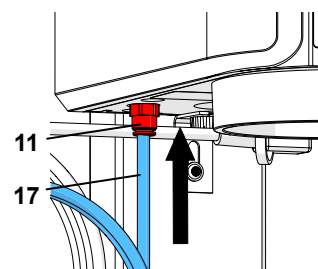

Fig. 5-a
Negli apparecchi precedenti il filtro di ingresso (12) è disposto all'esterno dell'apparecchio (Fig. 5-b). In questi casi introdurre il tubo flessibile dell'aria compressa (17) nel filtro di ingresso (12). Nel far ciò è necessario superare una percepibile leggera resistenza. Non utilizzare MAI l'apparecchio senza filtro di ingresso!